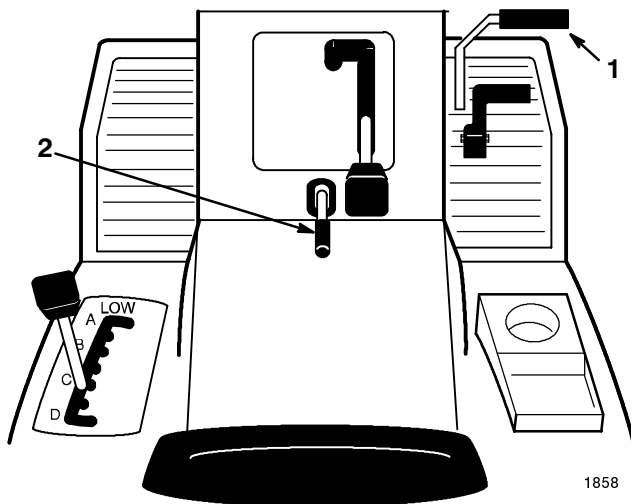

Bild 2
1. Drücken Sie das Bremspedal (Bild 2) herunter und halten es in der gedrückten Position.
2. Ziehen Sie den Feststellbremshebel (Bild 2) hoch und nehmen den Fuß nach und nach vom Bremspedal. Das Bremspedal sollte in heruntergedrückter (gesperrter Position) bleiben.
1. Drücken Sie das Bremspedal (Bild 2) herunter. Der Feststellbremshebel sollte sich lösen.